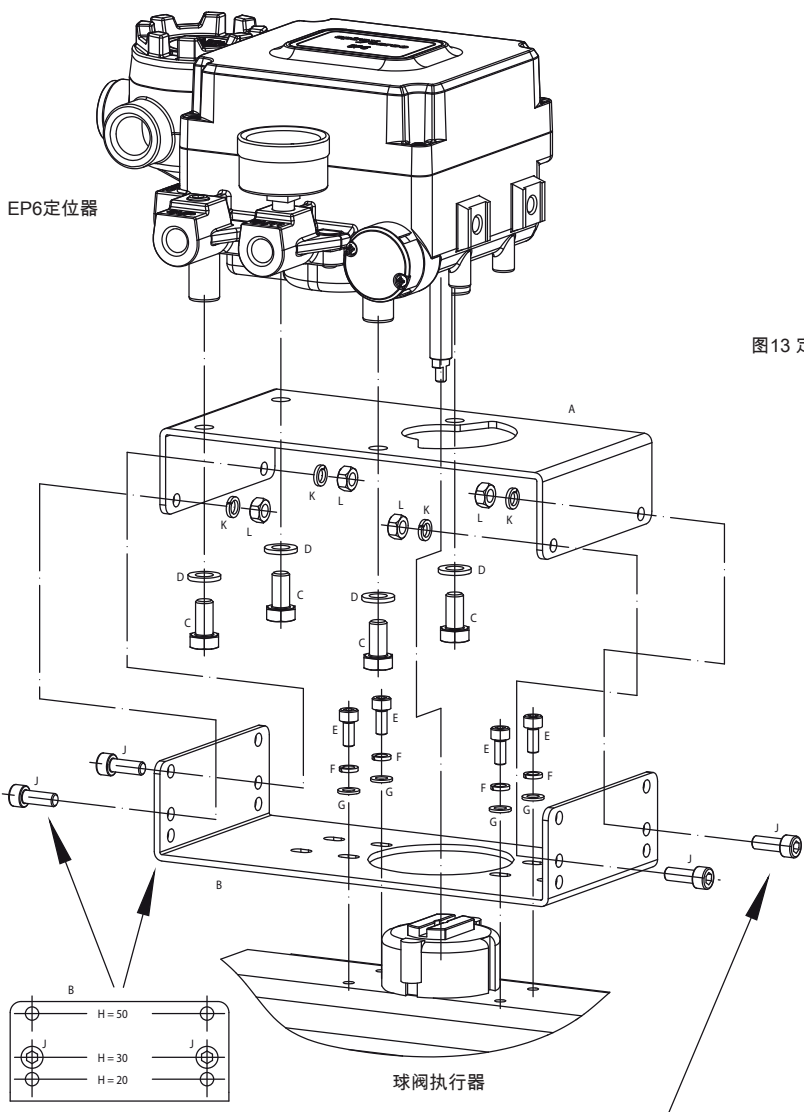

图13 定位器和安装套件
1. Spirax 执行器 (BVA300) 阀杆高度为30mm，如图13所示组装支架。
2. 请注意，安装时，如图13所示设定执行器杆件的角行程位置，这对于双作用执行器尤其重要。